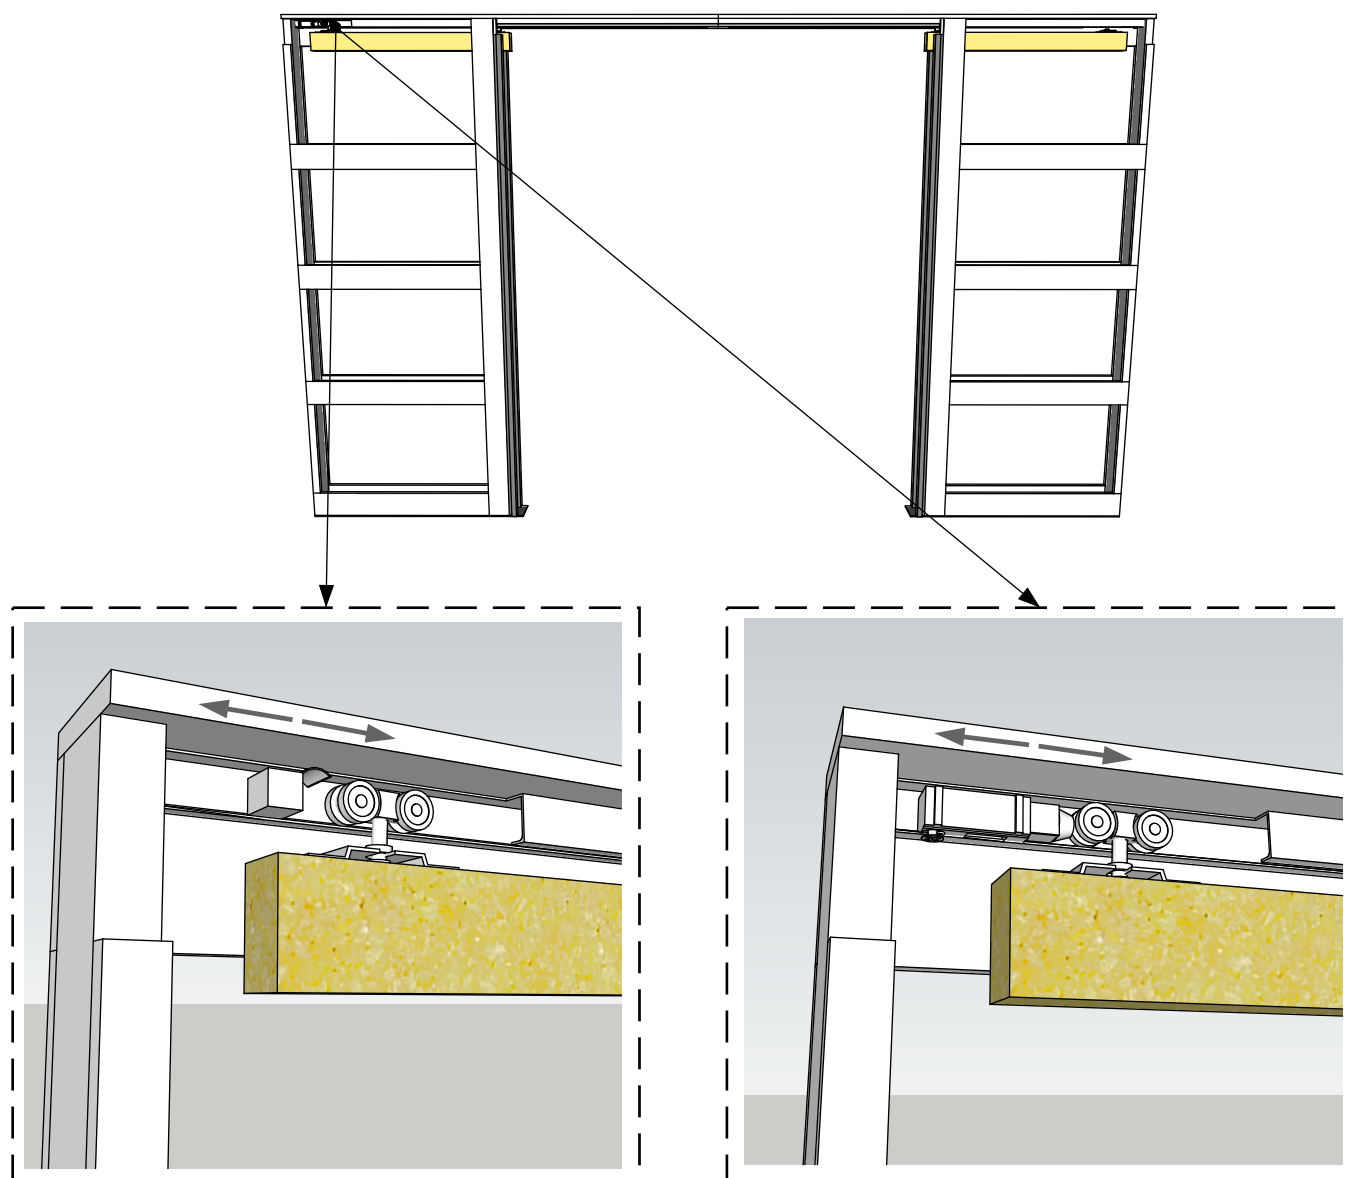

Рисунок 18
7. Перед зашивкой пенала гипсокартоном скорректируйте положение заднего стопора или толкателя. Самый удобный способ это сделать, не задействуя дверное полотно - имитировать дверь небольшим бруском соответствующим по ширине будущей двери. Так наглядно можно определить положение дверного полотна относительно стенок проема. После корректировки положения заднего стопора или толкателя переместите имитацию дверного полотна в тело пенала и убедитесь что она находится в правильном положении. Затем закрепите стопорные винты (Рис.18).